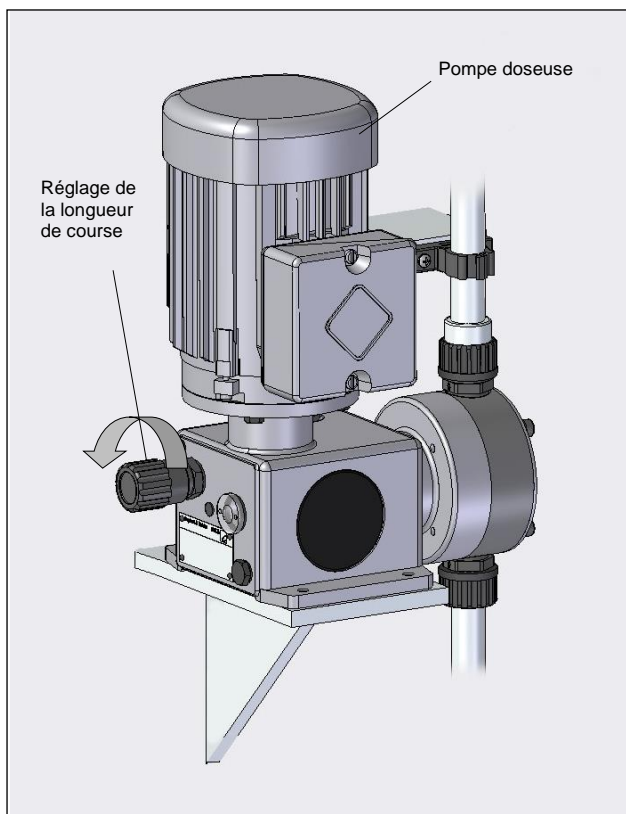

Fig. 08
- Augmenter progressivement le débit en réglant la longueur ou la fréquence de course jusqu'à atteindre le maximum (cf. fig. 08).